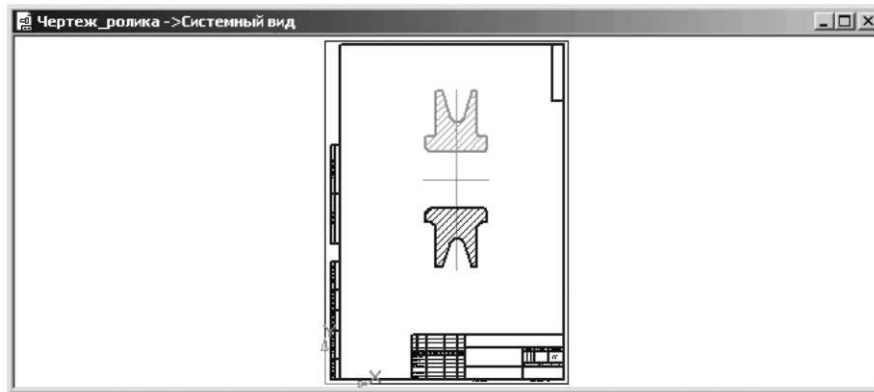

Рисунок 3.26. Симетричне відображення верхньої половини ролика
– клацніть по кнопці  **Прервать команду** на **Специальной панели инструментов**, а потім в області креслення для зняття виділення. Це стан системи показаний на рис. 3.26.